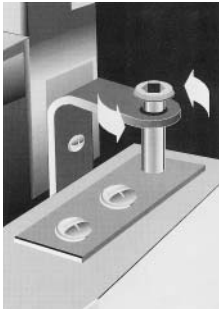

Fig 6.
- dévisser l'écrou à pan creux de la charnière supérieure et enfoncer le cylindre (Fig. 6).
- La porte se libère de la partie supérieure, et une fois légèrement inclinée, soulever pour la libérer de la charnière inférieure. (Fig. 6).